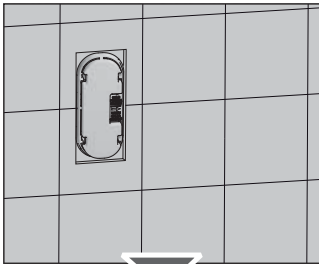

Fig. 6.1
- Breng de lagen bekleding (pleister en tegels of gipsplaten) op de muur aan en dek ook de beschermplaat af. Dek de bescherming van de kranen echter niet af, zie de Afb. 6.1. **LET OP:** het afdeksysteem van IS-BOX is speciaal ontwikkeld voor een bekleding met een minimum dikte van 5 mm en een maximum dikte van 20 mm. Controleer of de totale dikte van het pleister en de eventuele bekleding binnen deze waarden valt.